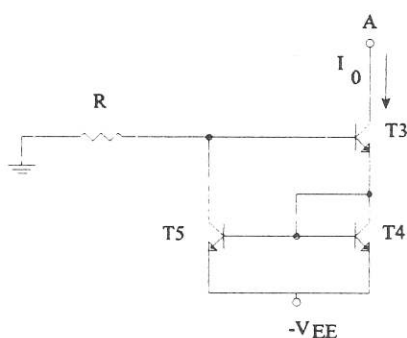

Figura 2
b) El montaje de la figura 2 corresponde a